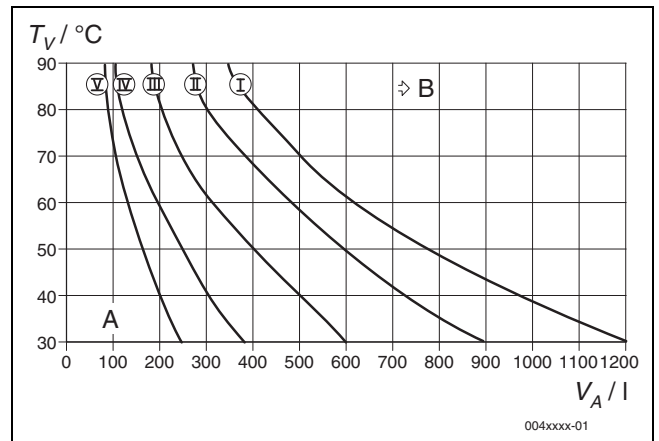

Bild 37 Größe des Ausdehnungsgefäßes für Pufferspeicher mit maximal 400 l Inhalt bestimmen
- Das in Bild 37 genannte maximale Anlagenvolumen wird nicht überschritten.